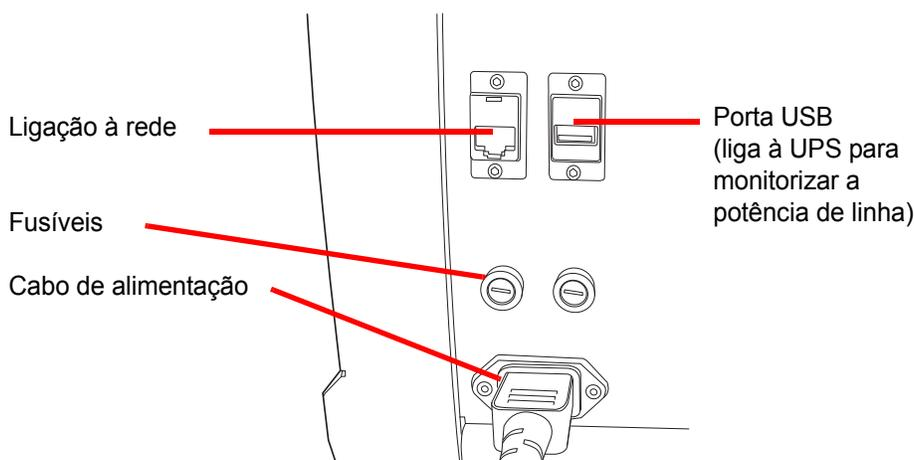
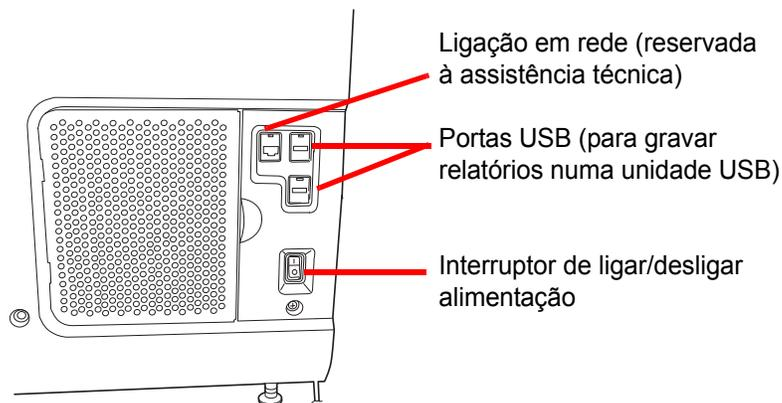

Figura 2-3 Parte posterior do processador ThinPrep® 5000
Figura 2-4 Interruptor de alimentação
Certifique-se de que o interruptor de alimentação está desligado. Ligue o cabo de alimentação no recetáculo situado na parte de trás do equipamento (Figura 2-3). O processador é fornecido com uma UPS (unidade de alimentação ininterrupta). Ligue o cabo de alimentação do instrumento à UPS. Ligue o cabo de alimentação da UPS a uma tomada com ligação à terra.
**PRECAUÇÃO:** não ligue a alimentação do processador enquanto estiver inserida uma unidade USB em alguma das portas USB. Ver a localização das portas USB Figura 2-3 e Figura 2-4.
Prima o interruptor basculante, localizado do lado inferior direito do processador, para a posição ligado. Consulte a Figura 2-4.